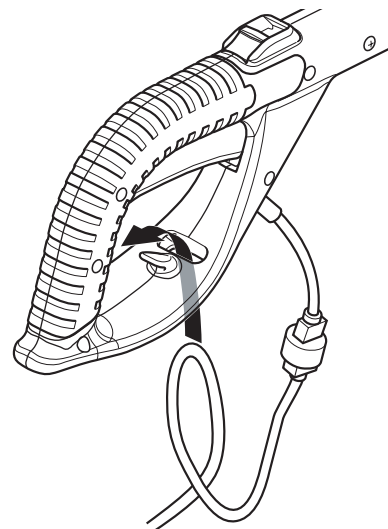

Figure 6 – Insertion de la boucle de la rallonge à travers la partie inférieure de la poignée
3. Faites une boucle dans la rallonge, puis insérez-la à travers la partie inférieure de la poignée. Faites ensuite passer la boucle dans le crochet moulé dans la poignée (consultez les Figures 6 et 7).